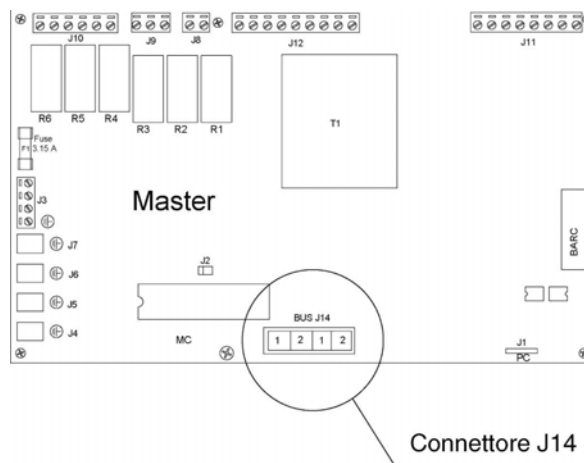

Figura 15
- Disconnettere il connettore J14 a 4 poli dalla scheda Master (vedi Figura 15);